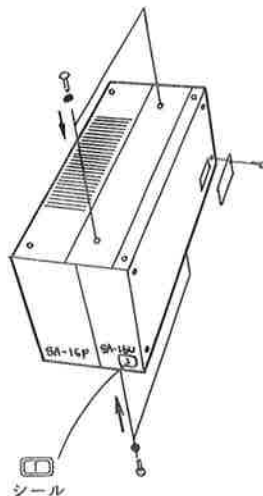

図 2
- 2) SA-16UとSA-16Pを図の通り結合させ，ビス4個で固定します。……図2